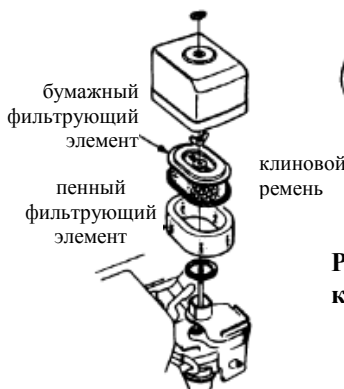

Рисунок 1. Воздушный фильтр
2. Чтобы прочистить или заменить воздушный фильтр, ослабьте крыльчатую гайку на основании воздушного фильтра (Рис. 1), снимите крышку и выньте картридж воздушного фильтра. Если нужно только прочистить воздушный фильтр, продуйте картридж изнутри, двигая струю сжатого сухого воздуха вверх и вниз, пока пыль не будет удалена.